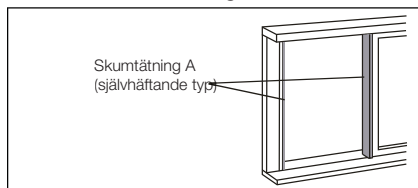

Fig. 18
1. Kapa skumtätningarna (självhäftande) i lämplig längd och sätt fast dem i fönsterramen. Se Fig.18.